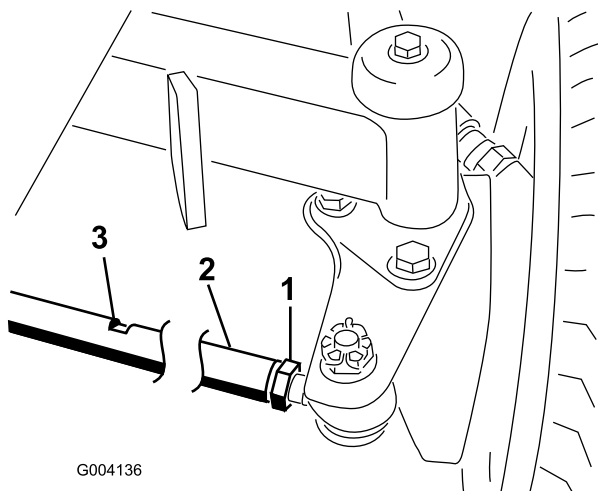

図 69
2. 各タイロッド（図 69）の端についているジャムナットをゆるめる。